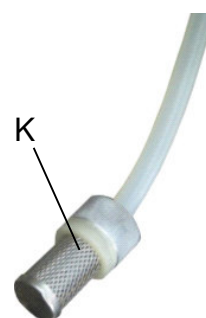

Fig. 2
Utilice siempre óxido de aluminio de calidad reconocida. **TALLERES MESTRAITUA, S.L.** recomienda el empleo de óxido de aluminio **MESTRA**. La pistola (diámetro de boquilla 3 mm), puede soplar óxido de aluminio de diámetro de partícula hasta 300 micras. En el caso de utilizar óxido de aluminio de diámetro superior a 300 micras, puede ser necesario quitar el filtro (K) que está situado al final del tubo de la pistola, dentro de la tolva (Fig. 2). Sin filtro las obstrucciones de la boquilla serán más frecuentes.